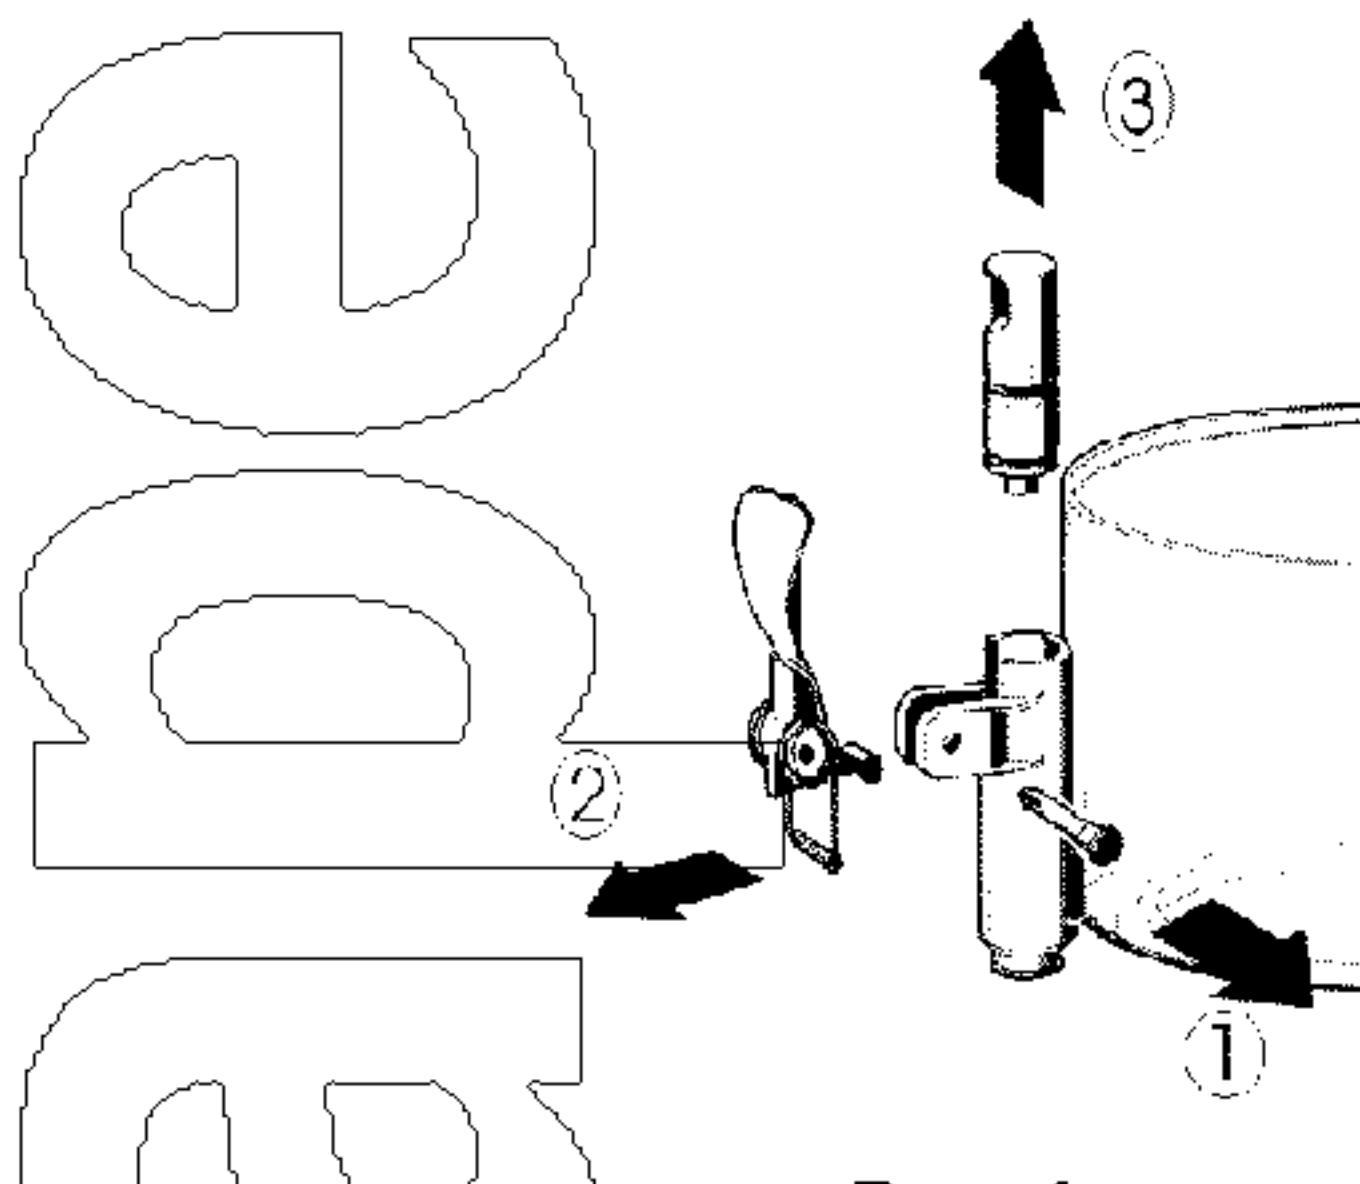

Рис. 1
3. Произведите разборку крана, выполнив последовательность действий, описанных ниже (см. рис. 1).
- Соберите разливной кран прибора, выполнив вышеописанные действия в обратном порядке (см. рис. 1).